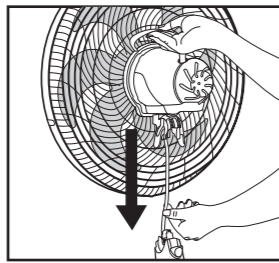

Figura 1
1. Retire o aparelho da caixa, segurando com uma mão o produto pela alça (número 11 da imagem "Modelo Mesa") de transporte e com a outra mão, segure a base do produto. Após retirar da caixa, continue segurando o produto pela alça de transporte e com a outra mão, com cuidado, empurre o cabo de ligação para baixo de acordo com a figura 1, para não forçar o mesmo que une as duas partes.
2. Introduza o cabo de ligação totalmente na coluna, como indicada na figura 1. Caso o cabo de ligação esteja torcido, destorça-o cuidadosamente antes de introduzi-lo, mantendo parado o motor e girando a base de apoio (desmontável).